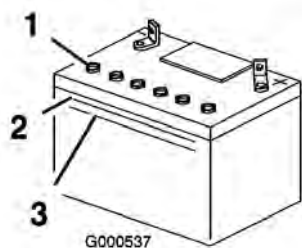

Figura 35
2. Mire hacia el lateral de la batería. El electrolito debe llegar a la línea superior (Figura 35). No permita que el electrolito esté por debajo de la línea inferior (Figura 35).
3. Retire los tapones de ventilación de la batería (Figura 35).
4. Vierta lentamente agua destilada en cada célula de la batería hasta que el nivel de electrolito llegue a la línea superior (Figura 35) de la caja de la batería.
5. Espere de cinco a diez minutos después de llenar las células de la batería. Añada agua destilada, si es necesario, hasta que el nivel de electrolito llegue a la línea superior (Figura 35) de la caja de la batería.